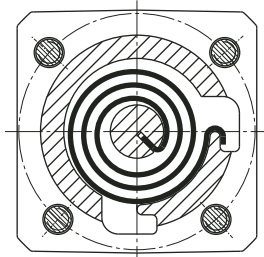

Bild 1 Einbaulage der Schließfedern für Bedienungsseite "rechts"
- Im Federgehäuse (733) sind 2 Aufnahmenuten für die Schließfedern eingegossen. Die Nuten sind für die unterschiedliche Aufnahme der Schließfedern bei den Ausführungsarten "*Bedienungsseite rechts*" oder "*Bedienungsseite links*" erforderlich.
- Beim Einbau sind die Schließfedern zunächst in das Federgehäuse (733) einzulegen. Dabei ist auf die Anordnung der Federn gemäß Bild 1 und 2 zu achten.
- Die richtige Vorspannung der Schließfedern ist dann gegeben, wenn sich alle 4 Befestigungsschrauben (732) im Gehäuse montieren lassen (ca. halbe Umdrehung des Federgehäuses). Die Ventilklappe muß sich dabei in der Geschlossenstellung befinden.